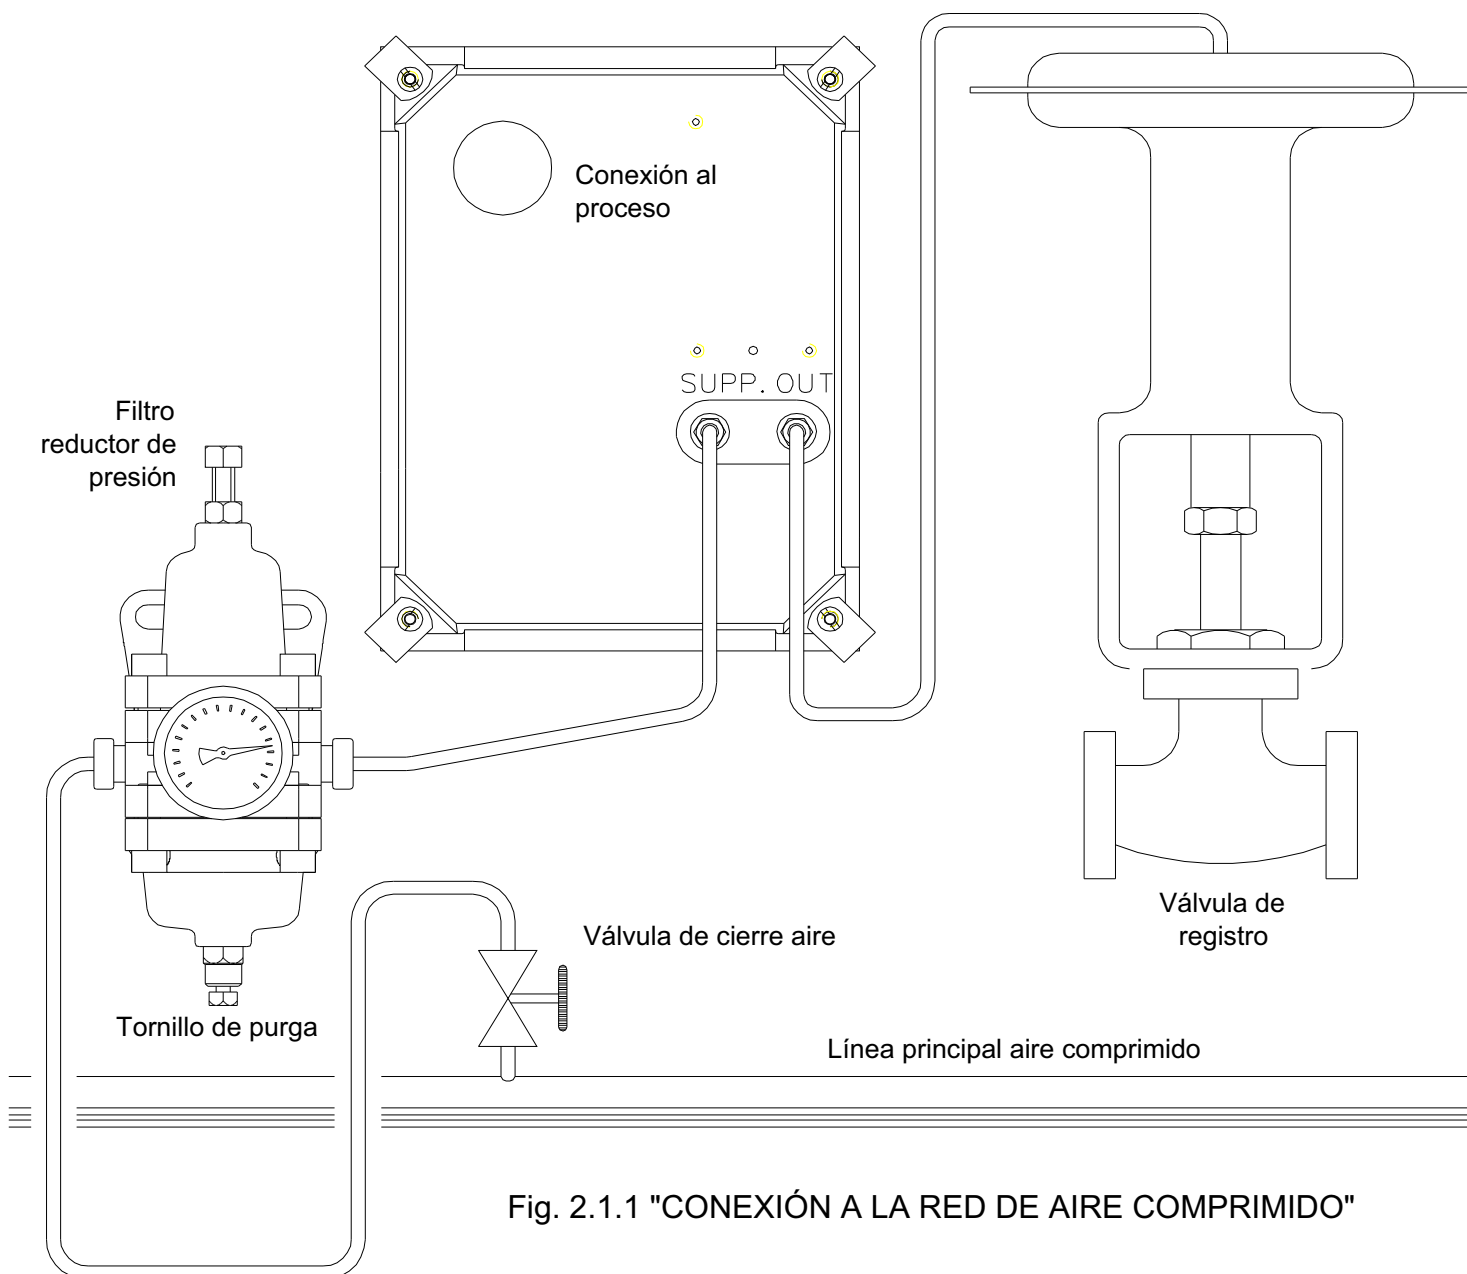
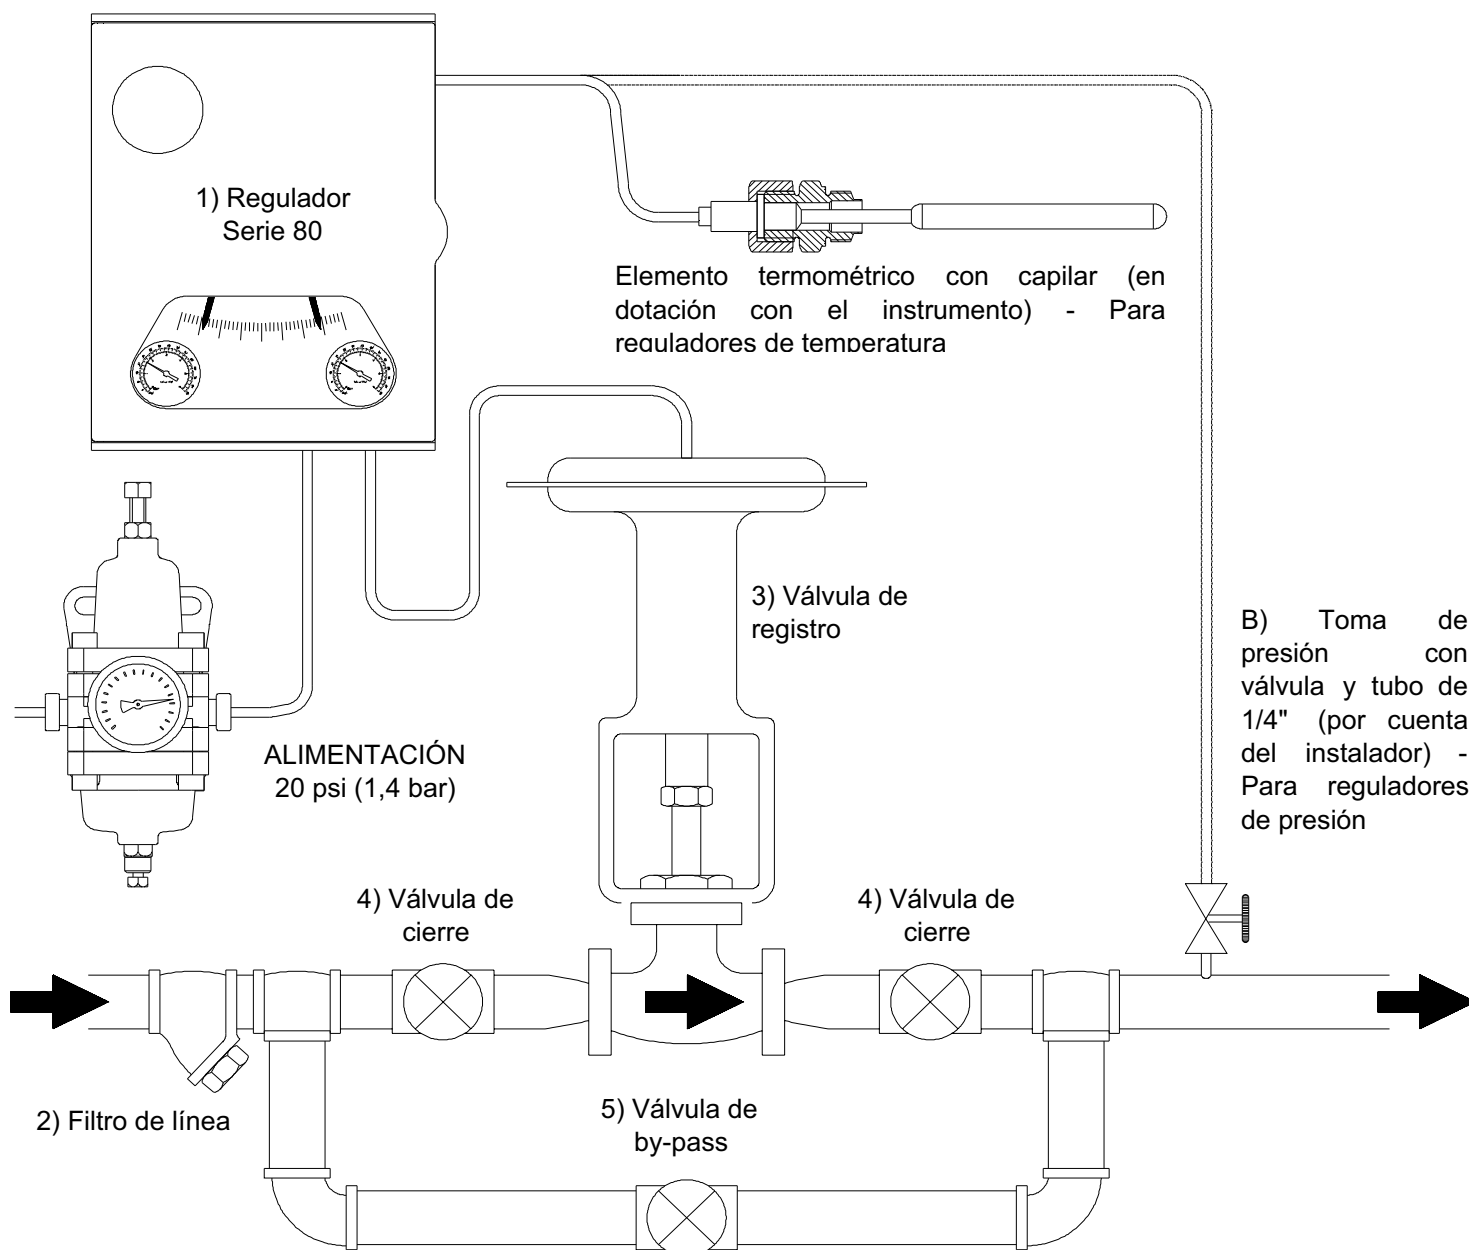

Fig. 2.1.1 "CONEXIÓN A LA RED DE AIRE COMPRIMIDO"
Fig. 2.2.1 "CONEXIÓN A LA VÁLVULA DE REGISTRO"
### 2.1. CONEXIÓN A LA RED DE AIRE COMPRIMIDO (Fig. 2.1.1)
## 2.2. CONEXIÓN A LA VÁLVULA DE REGISTRO (Fig. 2.2.1)
**C** - Abrir completamente las válvulas de cierre situadas antes y después de la válvula de registro, verificando que la válvula de by-pass esté cerrada (ver Fig. 2.2.1)
**A** - Alimentar el aparato con aire a 20 psi ( $\pm 1.5$ ), y abrir el tornillo de purga del filtro reductor de presión (ver Fig. 2.1.1), hasta descargar completamente eventuales condensaciones.
**B** - Actuando sobre el botón de "Set-Point" (25), posicionar el indicador rojo (22) del regulador sobre el valor deseado.
**C** - Girar la banda proporcional (10) al 0%, asegurándose que la acción del instrumento sea la requerida (DIRECT = señal de salida directamente proporcional a la variable regulada; REVERSE = señal de salida inversamente proporcional a la variable regulada).
**D** - Si la válvula de registro (3) está provista de válvula de by-pass (5), controlar que ésta última esté bien cerrada y que la válvula de cierre aguas abajo (4) esté completamente abierta (ver Fig. 2.2.1).
**E** - Abrir lenta y completamente la válvula de cierre aguas arriba de la válvula de registro (4, Fig. 2.2.1).
**A** - Alimentar el equipo con aire a 20 psi ( $\pm 1.5$ ) y abrir el tornillo de purga del filtro reductor de presión (ver Fig. 2.1.1), hasta descargar completamente eventuales condensaciones.
**C** - Girar la banda proporcional (10) al 20%, verificando que la acción del instrumento sea la requerida (DIRECT = señal de salida directamente proporcional a la variable regulada; REVERSE = señal de salida inversamente proporcional a la variable regulada).
**H** - Por lo general sucede que el indicador negro de medición no coincide perfectamente con el indicador rojo del valor deseado. Para eliminar la diferencia, girar ligeramente el piñón de ajuste manual (14).
**B** - Abrir la válvula (48) de acción integral, girándola en sentido horario. Actuando sobre el botón de "Set-Point" (25), desplazar el indicador rojo (22) del regulador hasta llevar el manómetro de la señal de salida (21) a un valor de 9 psi. Cerrar completamente la válvula (48), girándola en sentido anti-horario hasta el tope.
**C** - Actuando de nuevo sobre el botón de "Set-Point" (25), posicionar el indicador rojo (22) del regulador en el valor deseado.
**D** - Girar la banda proporcional (10) al 20%, asegurándose que la acción del instrumento sea la requerida (DIRECT = señal de salida directamente proporcional a la variable regulada; REVERSE = señal de salida inversamente proporcional a la variable regulada).
**E** - Si la válvula de registro (3) está provista de válvula de by-pass (5), controlar que ésta última esté bien cerrada, y que la válvula de cierre aguas abajo (4) esté completamente abierta (ver Fig. 2.2.1).
**F** - Abrir lenta y completamente la válvula de cierre aguas arriba de la válvula de registro (4, Fig. 2.2.1).
**I** - Por lo general sucede que el indicador negro de medición no coincide perfectamente con el indicador rojo del valor deseado. Para eliminar la diferencia, abrir gradualmente la válvula (48) de acción integral hasta obtener la sobreposición de los indicadores, y causar artificialmente una perturbación desplazando rápidamente el indicador rojo de Set-Point; si el indicador negro empieza a oscilar, cerrar lentamente la válvula (48) para atenuar la pendulación, hasta que los dos indicadores se superpongan. Causar nuevamente una perturbación y verificar la pendulación del indicador negro: de ser necesario, volver a actuar sobre la válvula (48) y repetir el control.
**A** - Abrir la válvula de acción derivativa girando el botón (53) en sentido horario hasta el tope.
**B** - Alimentar el equipo con aire a 20 psi ( $\pm 1.5$ ) y abrir el tornillo de purga del filtro reductor de presión (ver Fig. 2.1.1), hasta descargar completamente eventuales condensaciones.
**C** - Abrir la válvula de acción integral girando el botón (48) en sentido horario. Actuando sobre el botón de "Set-Point" (25), desplazar el indicador rojo (22) del regulador en manera de llevar el manómetro de la señal de salida (21) a un valor de 9 psi. Cerrar completamente la válvula (48), girándola en sentido anti-horario hasta el tope.
**D** - Actuando de nuevo sobre el botón de "Set-Point" (25), posicionar el indicador rojo (22) del regulador en el valor deseado.
**E** - Girar la banda proporcional (10) al 20%, verificando que la acción del instrumento sea la requerida (DIRECT = señal de salida directamente proporcional a la variable regulada; REVERSE = señal de salida inversamente proporcional a la variable regulada).
**F** - Si la válvula neumática (3) está provista de válvula de by-pass (5), controlar que ésta última esté bien cerrada y que la válvula de cierre aguas abajo (4) esté completamente abierta (ver Fig.2.2.1).
**G** - Abrir lenta y completamente la válvula de cierre aguas arriba de la válvula (4, Fig. 2.2.1).
**L** - Por lo general sucede que el indicador negro de medición no coincide perfectamente con el indicador rojo del valor deseado. Para eliminar la diferencia, abrir gradualmente la válvula de acción integral (48) hasta lograr la sobreposición de los indicadores, y causar artificialmente una perturbación desplazando rápidamente el indicador rojo de Set-Point; si el indicador negro comienza a oscilar, cerrar lentamente la válvula (48) para atenuar la pendulación hasta que los dos indicadores se superpongan. Volver a causar una perturbación y verificar la pendulación del indicador negro: de ser necesario, volver a actuar sobre la válvula (48) y repetir el control. Si durante esta operación el manómetro (21) indica valores inferiores a 4 psi o superiores a 12 psi, cerrar gradualmente la válvula de acción derivativa (53) hasta que durante la regulación los valores vuelvan a quedar en el rango  $4 \div 12$  psi.
**A** - Alimentar el equipo con aire a 20 psi ( $\pm 1.5$ ), y abrir el tornillo de purga del filtro reductor de presión (ver Fig. 2.1.1), hasta descargar completamente eventuales condensaciones.